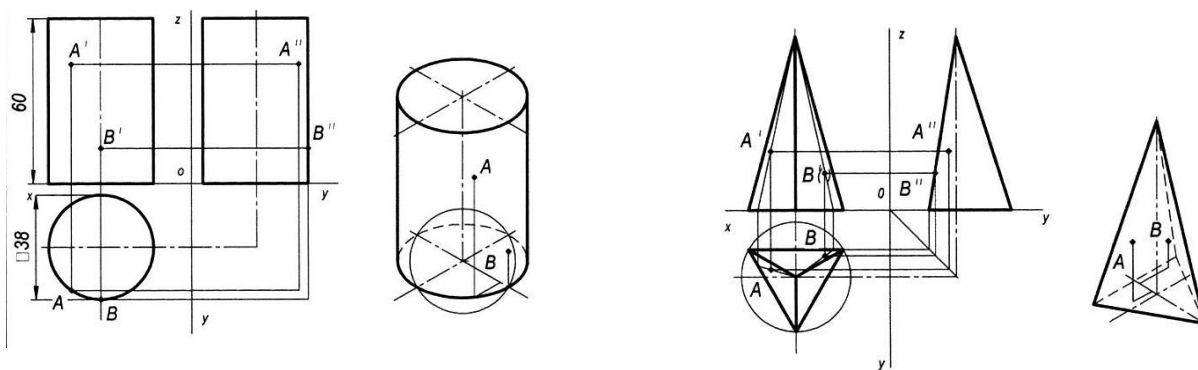

Рисунок 19 - Пример оформления графической работы
4. Построение аксонометрических проекций тел лучше начинать с проекций их оснований, рис.19.